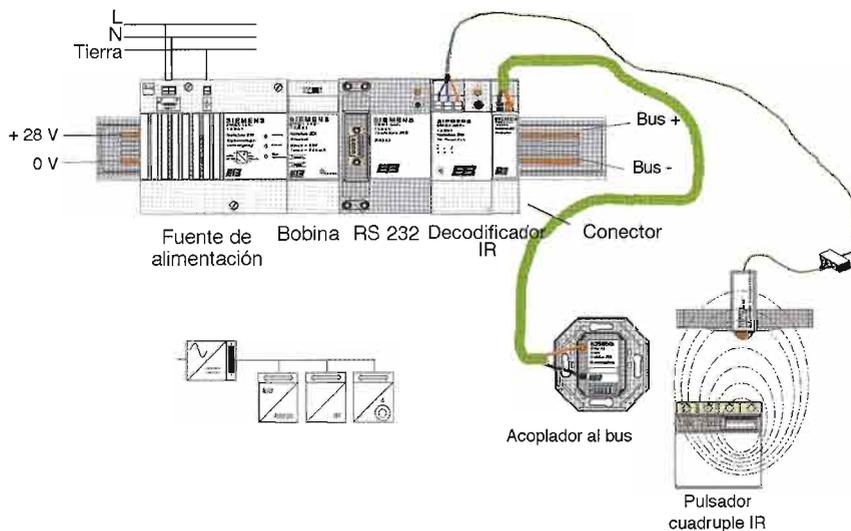

Fig. 7.27. Instalación de IR en KNX. (Fuente: Siemens.)
En la instalación de un sistema de infrarrojos (IR) se monta sobre el carril DIN (como indica la Fig. 7.27) el decodificador de IR. El sensor de IR va empotrado en el techo y el pulsador se instala también sobre montaje empotrado.